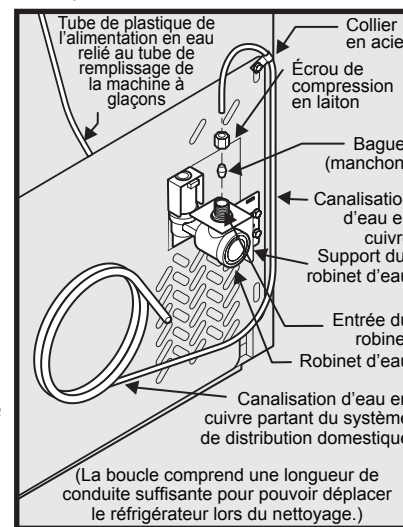

Figure 1
- Si vous utilisez des tubes en cuivre - Glissez l'écrou de compression en cuivre, puis la bague d'extrémité (manchon) sur la conduite d'alimentation en eau. Poussez la conduite d'alimentation en eau dans l'entrée du robinet d'arrivée d'eau aussi loin que possible (1/4 po). Glissez la bague de serrage (manchon) dans la valve d'entrée et serrez l'écrou à la main sur le robinet. Serrez d'un autre demi-tour avec une clé; ne serrez PAS trop fort. Voir la figure 1.